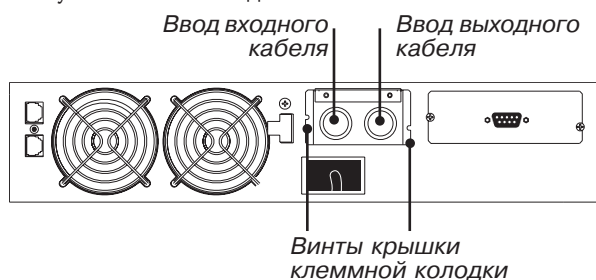

Рисунок 18. Подводка кабелей и клеммная колодка
- Снимите крышку клеммной колодки (см рис. 18). Сохраните крышку клеммной колодки.